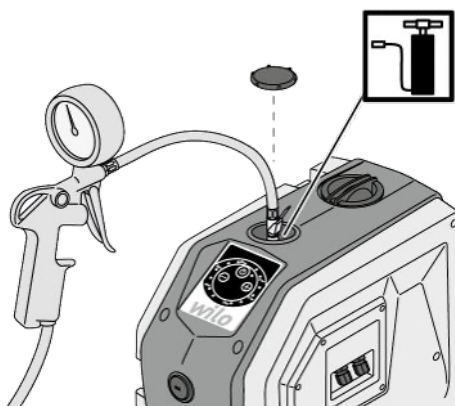
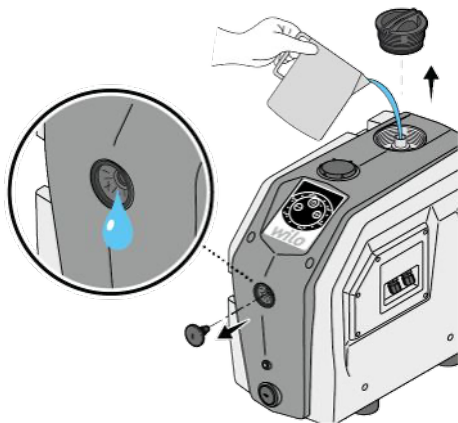

Fig. 7: Напълнете разширителния мембранен съд
Fig. 10: Пълнене
1. Затворете спирателния кран (Fig. 7 – поз. 1, 2) на смукателната и напорната страна.
1. Ако продуктът е инсталиран в режим на засмукване (Fig. 7), натиснете едновременно бутоните за управление „+“ и „-“ за 5 секунди (Fig. 10).